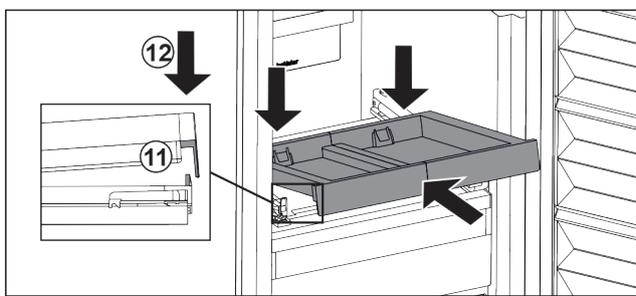

Fig. 108
- Inserire in modo inclinato. Assicuratevi che l'arresto sia dietro la linguetta su entrambi i lati. Fig. 108 (11)
- Abbassare il ripiano estraibile nella parte anteriore. Fig. 108 (12)